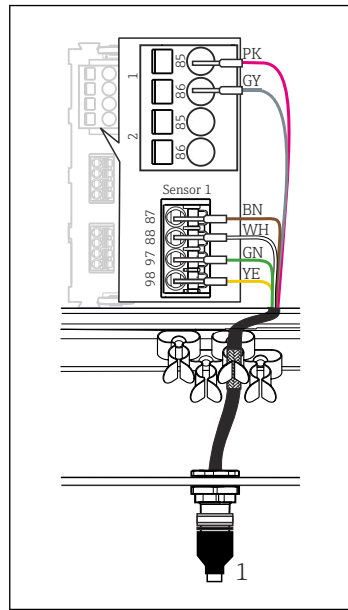

图 47 M12 接头 (例如在传感器模块上)
选择此类接线方式的设备出厂前已经完成相应的接线操作 (→ 图 47)。
- ▶ 将传感器电缆接头 (→ 图 47 图号 1) 直接连接至 M12 插座。